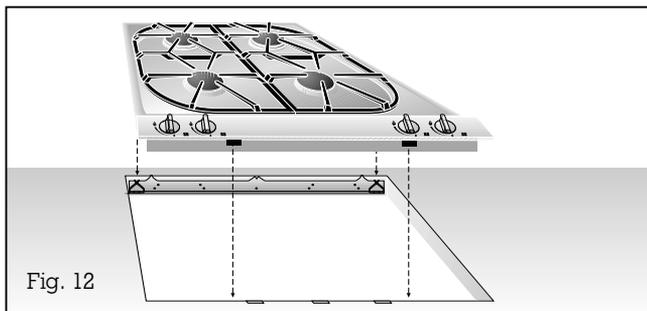

Fig. 12
- **Inserite l'apparecchio nel piano di lavoro.** Accertatevi che le sporgenze d'incastro dell'apparecchio poggino esattamente sulle molle di bloccaggio. Spingete fermamente l'apparecchio nel piano di lavoro. Le sporgenze si incastrano nelle molle (Fig. 12).